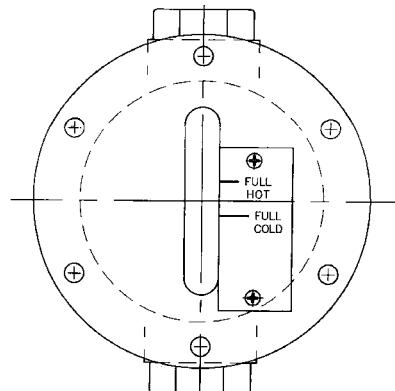

Figure 23 Verre indicateur
4. Enlevez le bouchon de l'orifice de remplissage de la pompe et versez le fluide jusqu'au niveau FULL COLD (plein à froid) du verre indicateur comme illustré à la Figure 23. Le fluide peut également être versé par l'admission de la pompe ou la tubulure de vide primaire.